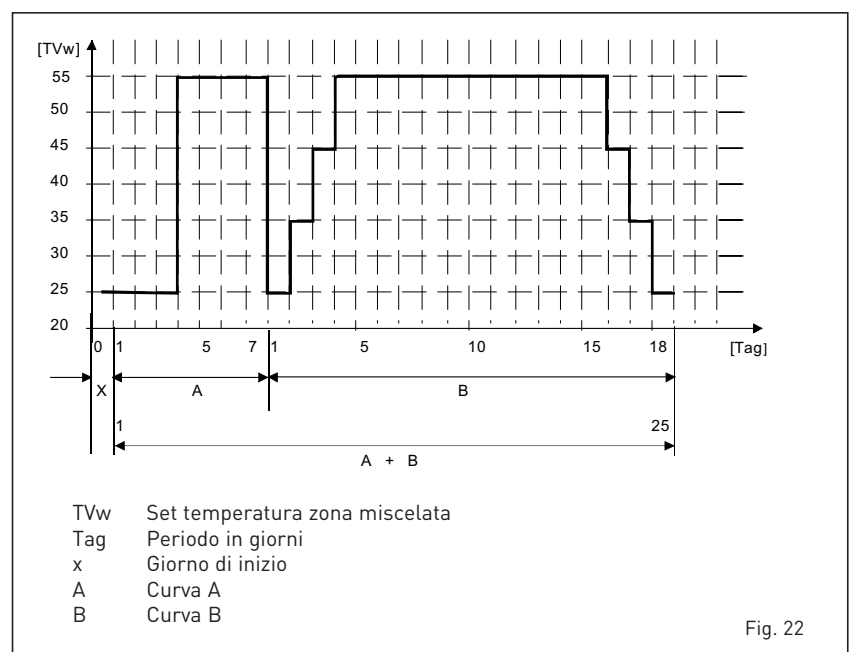

Fig. 22
4.5.2 Funzione asciugatura massetto (fig. 22)
funzione sono ignorate tutte le richieste calore (riscaldamento, sanitario, antigelo e spazzacamino). Durante il funzionamento il display visualizza i giorni rimanenti per il completamento della funzione (es. digit principali -15 = mancano 15 giorni alla fine della funzione). Il grafico di fig. 22 riporta l'andamento delle curve.